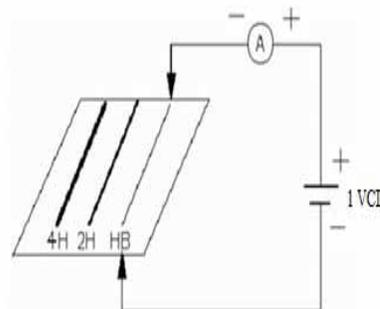

Figura 4.9 Medición de conductividad y resistividad eléctrica.
n) Conecte las minas, una a la vez como se muestra en la figura 4.9.